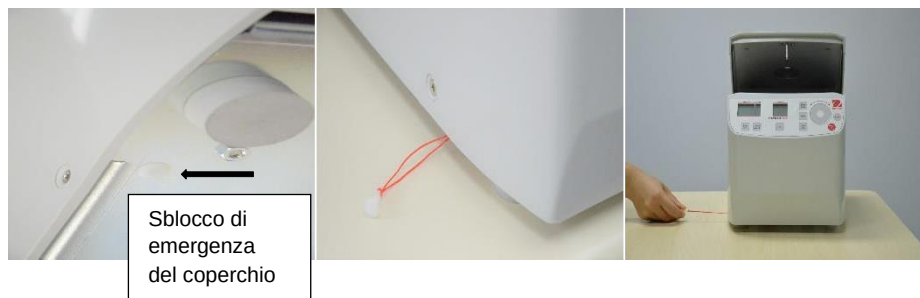

Figura 34
Procedere come segue (vedere Figura 34):
- Sul lato destro della centrifuga (**FC5706P**) è presente un tappo di plastica. Nel modello **FC5707** il tappo si trova sul lato sinistro (vedere Figura 34). Rimuovere questo tappo, che è collegato al blocco del coperchio, orizzontalmente dall'alloggiamento fino all'apertura del coperchio della centrifuga.